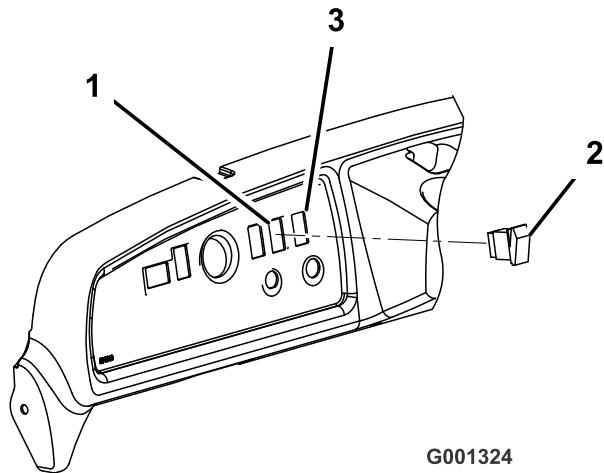

Figure 9
9. Brancher l'interrupteur au connecteur d'accessoire dans le tableau de bord. Insérez l'interrupteur dans le trou du tableau de bord (Figure 9).
8. Enlevez le cache qui masque le trou de droite du tableau de bord (Figure 9).
10. Branchez l'interrupteur au connecteur de faisceau dans le tableau de bord. Insérez l'interrupteur dans le trou du tableau de bord (Figure 9).